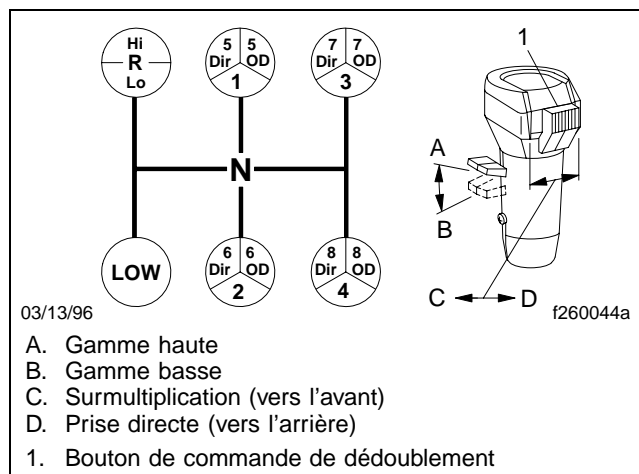
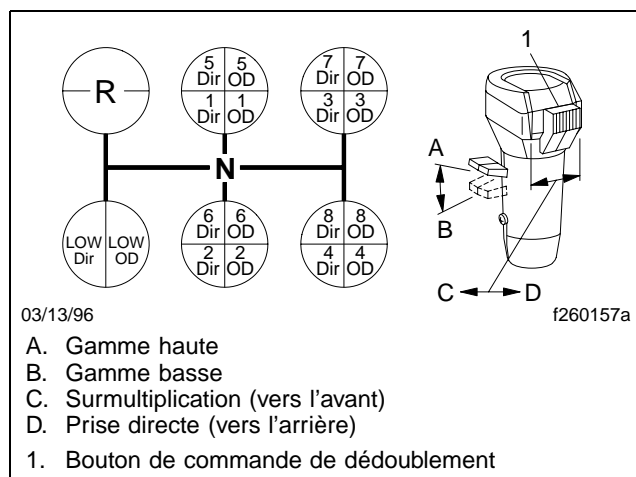

Fig. 8.7, Configuration des changements de rapports de la boîte Eaton Fuller à 13 vitesses
Fig. 8.8, Configuration des changements de rapports de la boîte Eaton Fuller à 18 vitesses
Les boîtes Eaton Fuller à 13 vitesses offrent 13 rapports de marche avant et deux rapports de marche arrière. Chaque boîte a une section avant de 5 rapports et une section auxiliaire de 3 rapports. La section auxiliaire contient des rapports de gammes basse et haute, ainsi qu'un rapport surmultiplicateur de dédoublement. Reportez-vous à la **figure 8.7** pour la configuration des changements de rapports.
- Poussez le levier de présélection de gamme vers le bas, en gamme basse. Voir la **figure 8.7** ou la **figure 8.8**.
- Assurez-vous que le bouton de commande de dédoublement est en position de prise directe (vers l'arrière). Voir la **figure 8.7** ou la **figure 8.8**.
Pour passer du rapport inférieur direct au rapport inférieur surmultiplié, déplacez le bouton de commande de dédoublement (**figure 8.8**) en position de surmultiplication (vers l'avant), puis relâchez immédiatement l'accélérateur. Enfoncez et relâchez la pédale d'embrayage. Après avoir relâché l'embrayage, accélérez de nouveau.
Passez du rapport inférieur en 1^{re}, 2^e, etc., jusqu'en 4^e vitesse, tout en faisant un double débrayage entre les changements de rapports et en accélérant jusqu'à 80 pour cent du régime régulé du moteur. Voir la **figure 8.7**.
Passez du rapport inférieur surmultiplié au 1^{er} rapport direct en déplaçant d'abord le bouton de commande de dédoublement à la position de prise directe (vers l'arrière). Voir la **figure 8.8**. Tout en effectuant un double débrayage, mettez le levier de vitesses en 1^{re}.
Pour passer du 5^e rapport direct au 5^e rapport surmultiplié, déplacez le bouton de commande de dédoublement (**figure 8.7**) en position de surmultiplication (vers l'avant), puis relâchez immédiatement l'accélérateur. Appuyez et relâchez la pédale d'embrayage. Après avoir relâché l'embrayage, accélérez de nouveau.
Pour passer du 5^e rapport direct au 5^e rapport surmultiplié, déplacez le bouton de commande de dédoublement (**figure 8.8**) en position de surmultiplication (vers l'avant), puis relâchez immédiatement l'accélérateur. Appuyez et relâchez la pédale d'embrayage. Après avoir relâché l'embrayage, accélérez de nouveau.